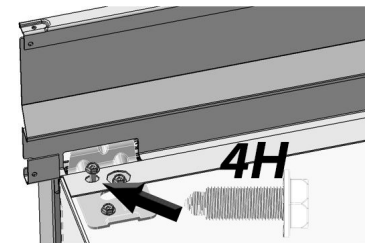

Fig. 12
- d. Installez la garniture supérieure en fixant quatre vis 4H le long de la base de la garniture avec une clé à douille de $\frac{5}{16}$ po (Fig. 12). Vissez le support 1H à l'étape 8a pour mettre la garniture supérieure à niveau correctement.